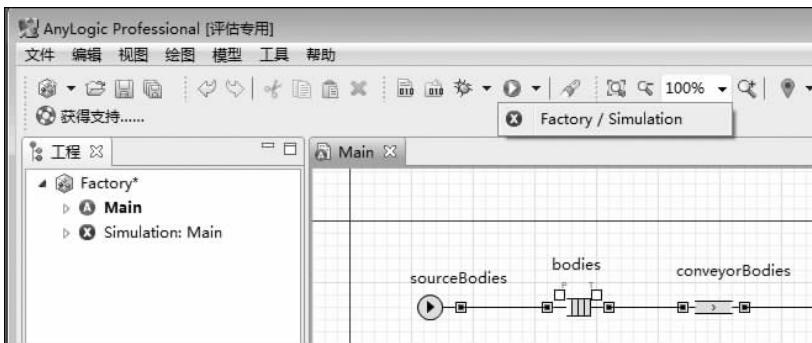

图 3-15 选择运行的模型
(17) 在工具栏上,找到图标按钮,单击其右侧的小三角形。
(18) 选取希望运行的实验。从下拉菜单中选择 Factory/Simulation 项,如图 3-15 所示。